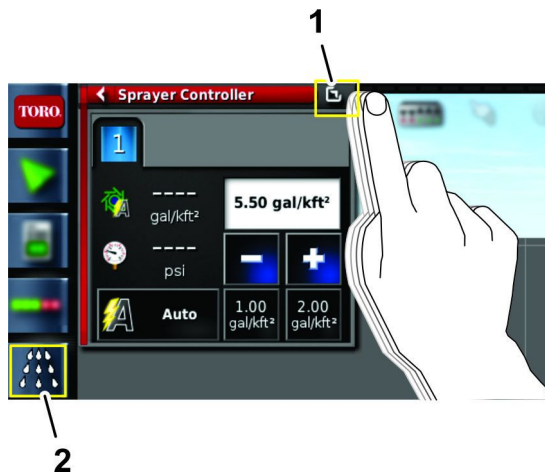

Рисунок 132
- Нажмите на значок контроллера опрыскивателя и затем проведите пальцем по значку полноэкранного режима в верхнем правом углу окна контроллера опрыскивателя (Рисунок 132).